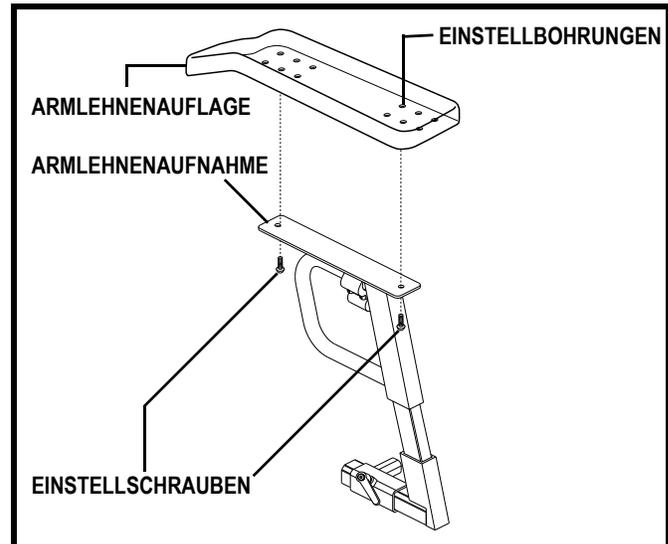

Abb. 15. Einstellung der Position der Armlehnauflage
1. Entfernen Sie alle Einstellschrauben von der vorderen und hinteren Unterseite der Armlehnauflage. **Siehe Abbildung 15.**